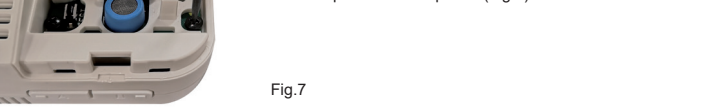

Fig.7
- 2 • Desenrosque los dos tornillos de fijación del **Módulo sensor** que debe reemplazar (Fig.7).